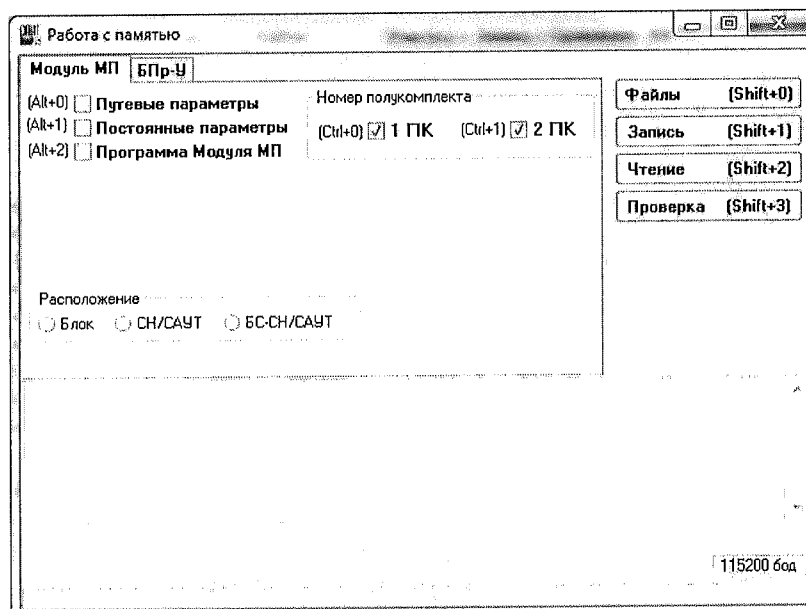

Рисунок 1.51
- в окне «Работа с памятью» (рисунок 1.51) поставить галочку «V» в ячейке «Постоянные параметры», в поле «Расположение» выбрать носитель (Блок или БС-СН/САУТ) и нажать кнопку «Запись».